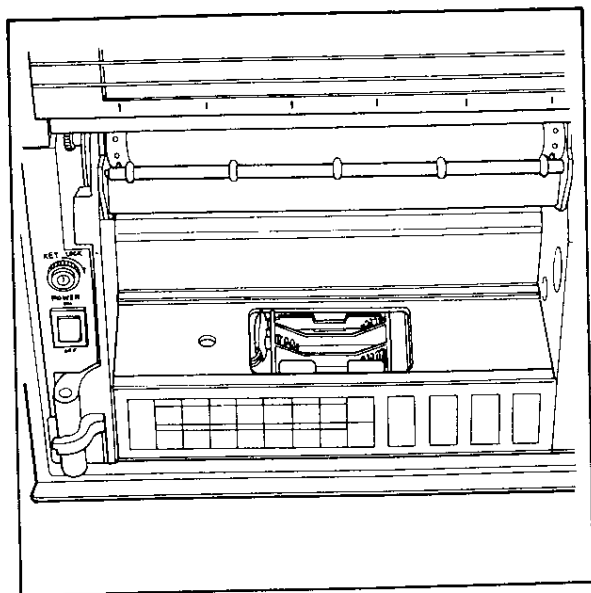

図 5.12
- (5) 新しい電池をホルダに挿入します。この際、電池の極性をまちがえないように注意してください（図 5.12）。